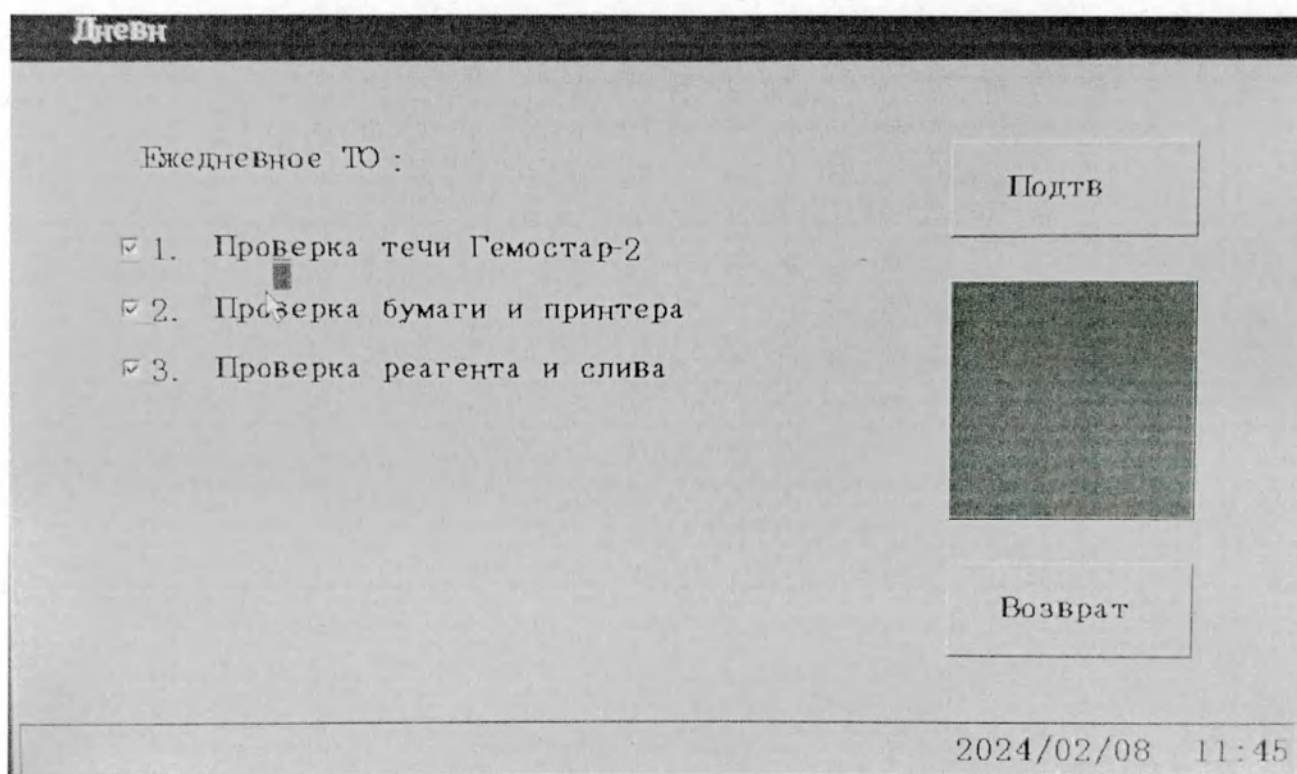

Рисунок 7-1. Экран ежедневного обслуживания
7.1.3. После выполнения действий пункта 7.1.2 нажмите на главном экране кнопку «Обсл» (Обслуживание). Откроется экран обслуживания. Нажмите «Дневн» (Ежедневное обслуживание), чтобы открыть экран ежедневного обслуживания (см. рис.7-1).